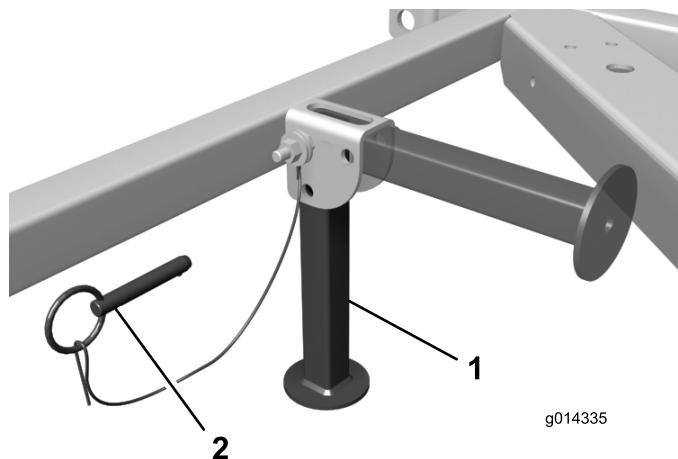

図 2
2. 保管用スタンドを直立位置に固定しているクイック・ピンを外す（図 2）。スタンドを閉じ、クイック・ピンで固定する。